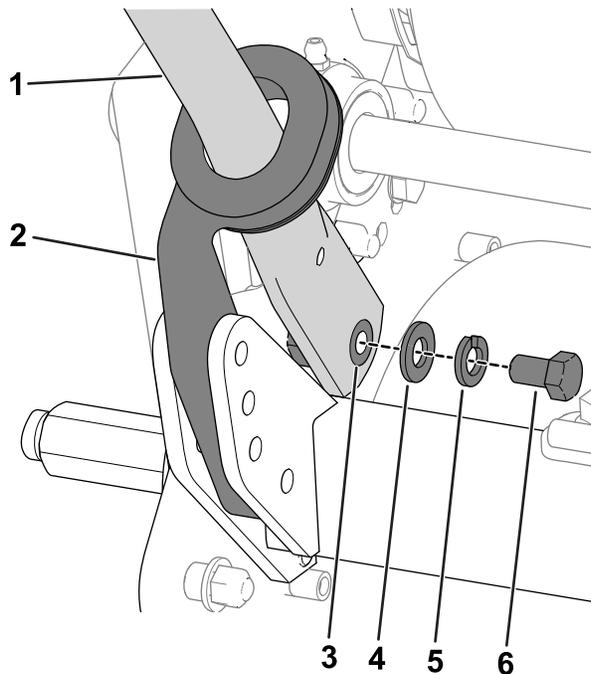

图4
- 向内挤压手柄端部并将其安装到安装销上图4。
- 用之前卸下的螺栓3/8英寸、垫圈和锁紧垫圈将手柄固定到安装销上图4。